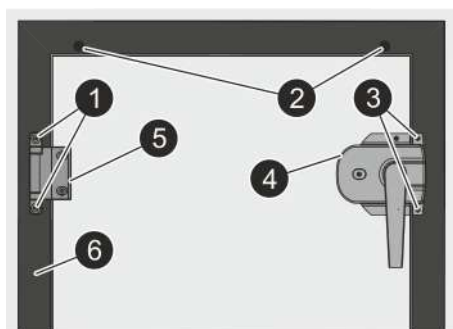

Fig. 39: Bisagras y cierres
2. ➔ En el lado de manejo de los cubos individuales atornille las bisagras (Fig. 39/5) y los cierres (Fig. 39/4) junto con la coquilla termoaislante (Fig. 39/6) con tornillos con hueco hexagonal en la cabeza (Fig. 39/1+3).
3. ➔ En la parte superior de los cubos individuales atornille la coquilla termoaislante (Fig. 39/6) con tornillos con hueco hexagonal en la cabeza (Fig. 39/2).
4. ➔ Obture los orificios de los tornillos (Fig. 39/2) con cubiertas de plástico.